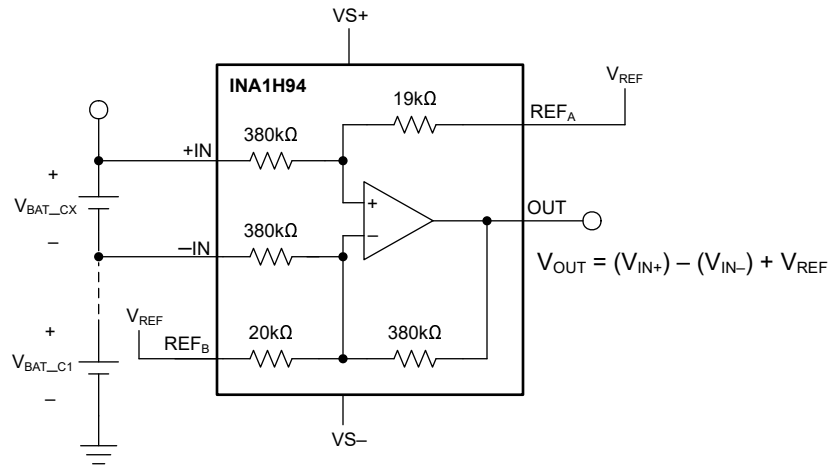

图 1-1. INA1H94 简化版应用
INA1H94-SP 采用 HKX-8 封装，提供 QML V 类 (QMLV) 或工程样片 (EM) 版本。图 1-1 显示了经过简化的方框图。如需了解更多器件信息，请参阅 INA1H94-SP 耐辐射高共模电压差分放大器数据表。